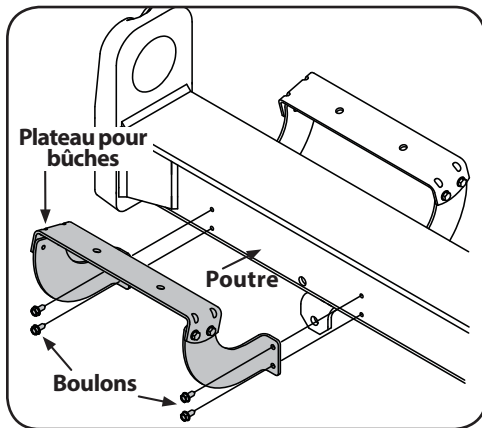

Figure 3-7
18. Remplacez le plateau pour bûches sur le côté de la poutre où se trouve la soupape de contrôle en prenant soin d'aligner les trous du plateau avec ceux de la poutre et le fixer à l'aide de la quincaillerie retirée à l'étape 15. Voir Figure 3-7.